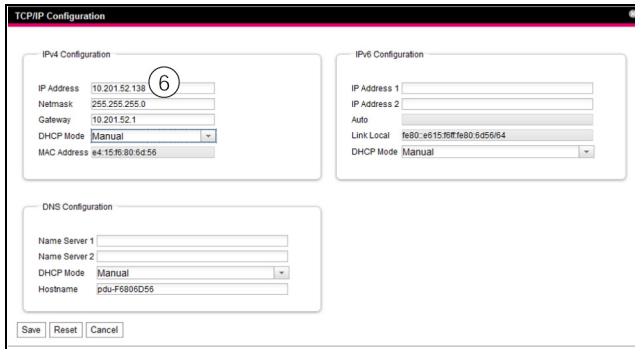

Imagen 36: Adaptación de los ajustes TCP/IP
- Modifique en la ventana **TCP/IP Configuration** en el marco de grupo **IPv4 Configuration** la dirección IP del equipo por una dirección permitida en la red (imagen 36, pos. 6).